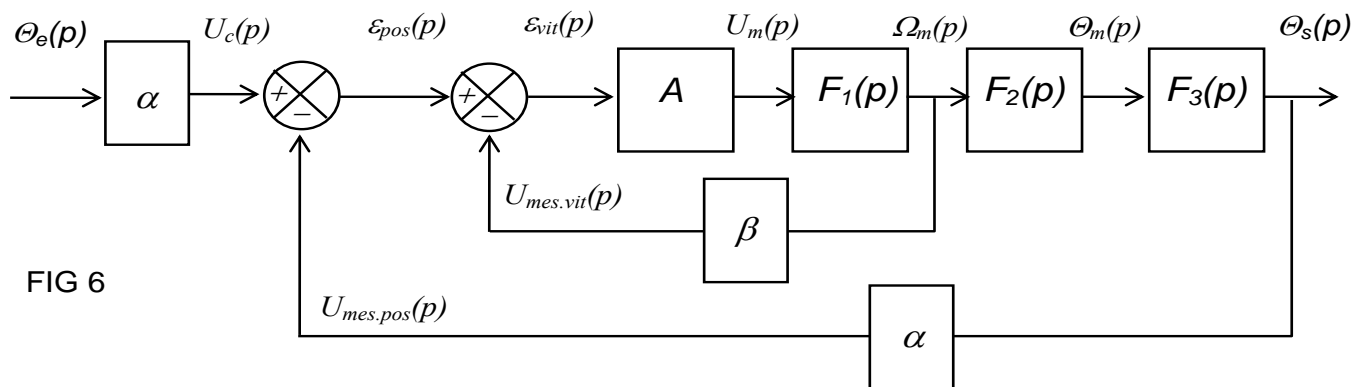

FIG 6
Une façon d'améliorer le comportement dynamique d'un tel système est de réaliser un retour de vitesse, appelé « retour tachymétrique » (figure 6).
- ☞ Construire à l'aide du logiciel Did'Acsyde le schéma fonctionnel de la figure 6.